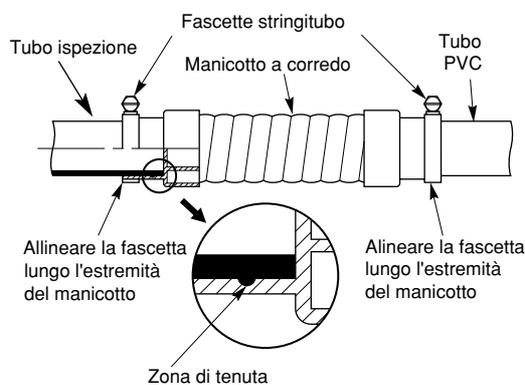

Fig. 3-7
- Inserire il manicotto a corredo fino a toccare le estremità dei tubi (tubo PVC non fornito). Al termine dell'operazione stringere saldamente le fascette fermatubo secondo quanto illustrato in Fig. 3-7.
- Allineare le fascette lungo le estremità del manicotto. Stringerle saldamente sui tubi. Non applicare in corrispondenza della zona di tenuta del tubo ispezione (vedi Fig. 3-7)